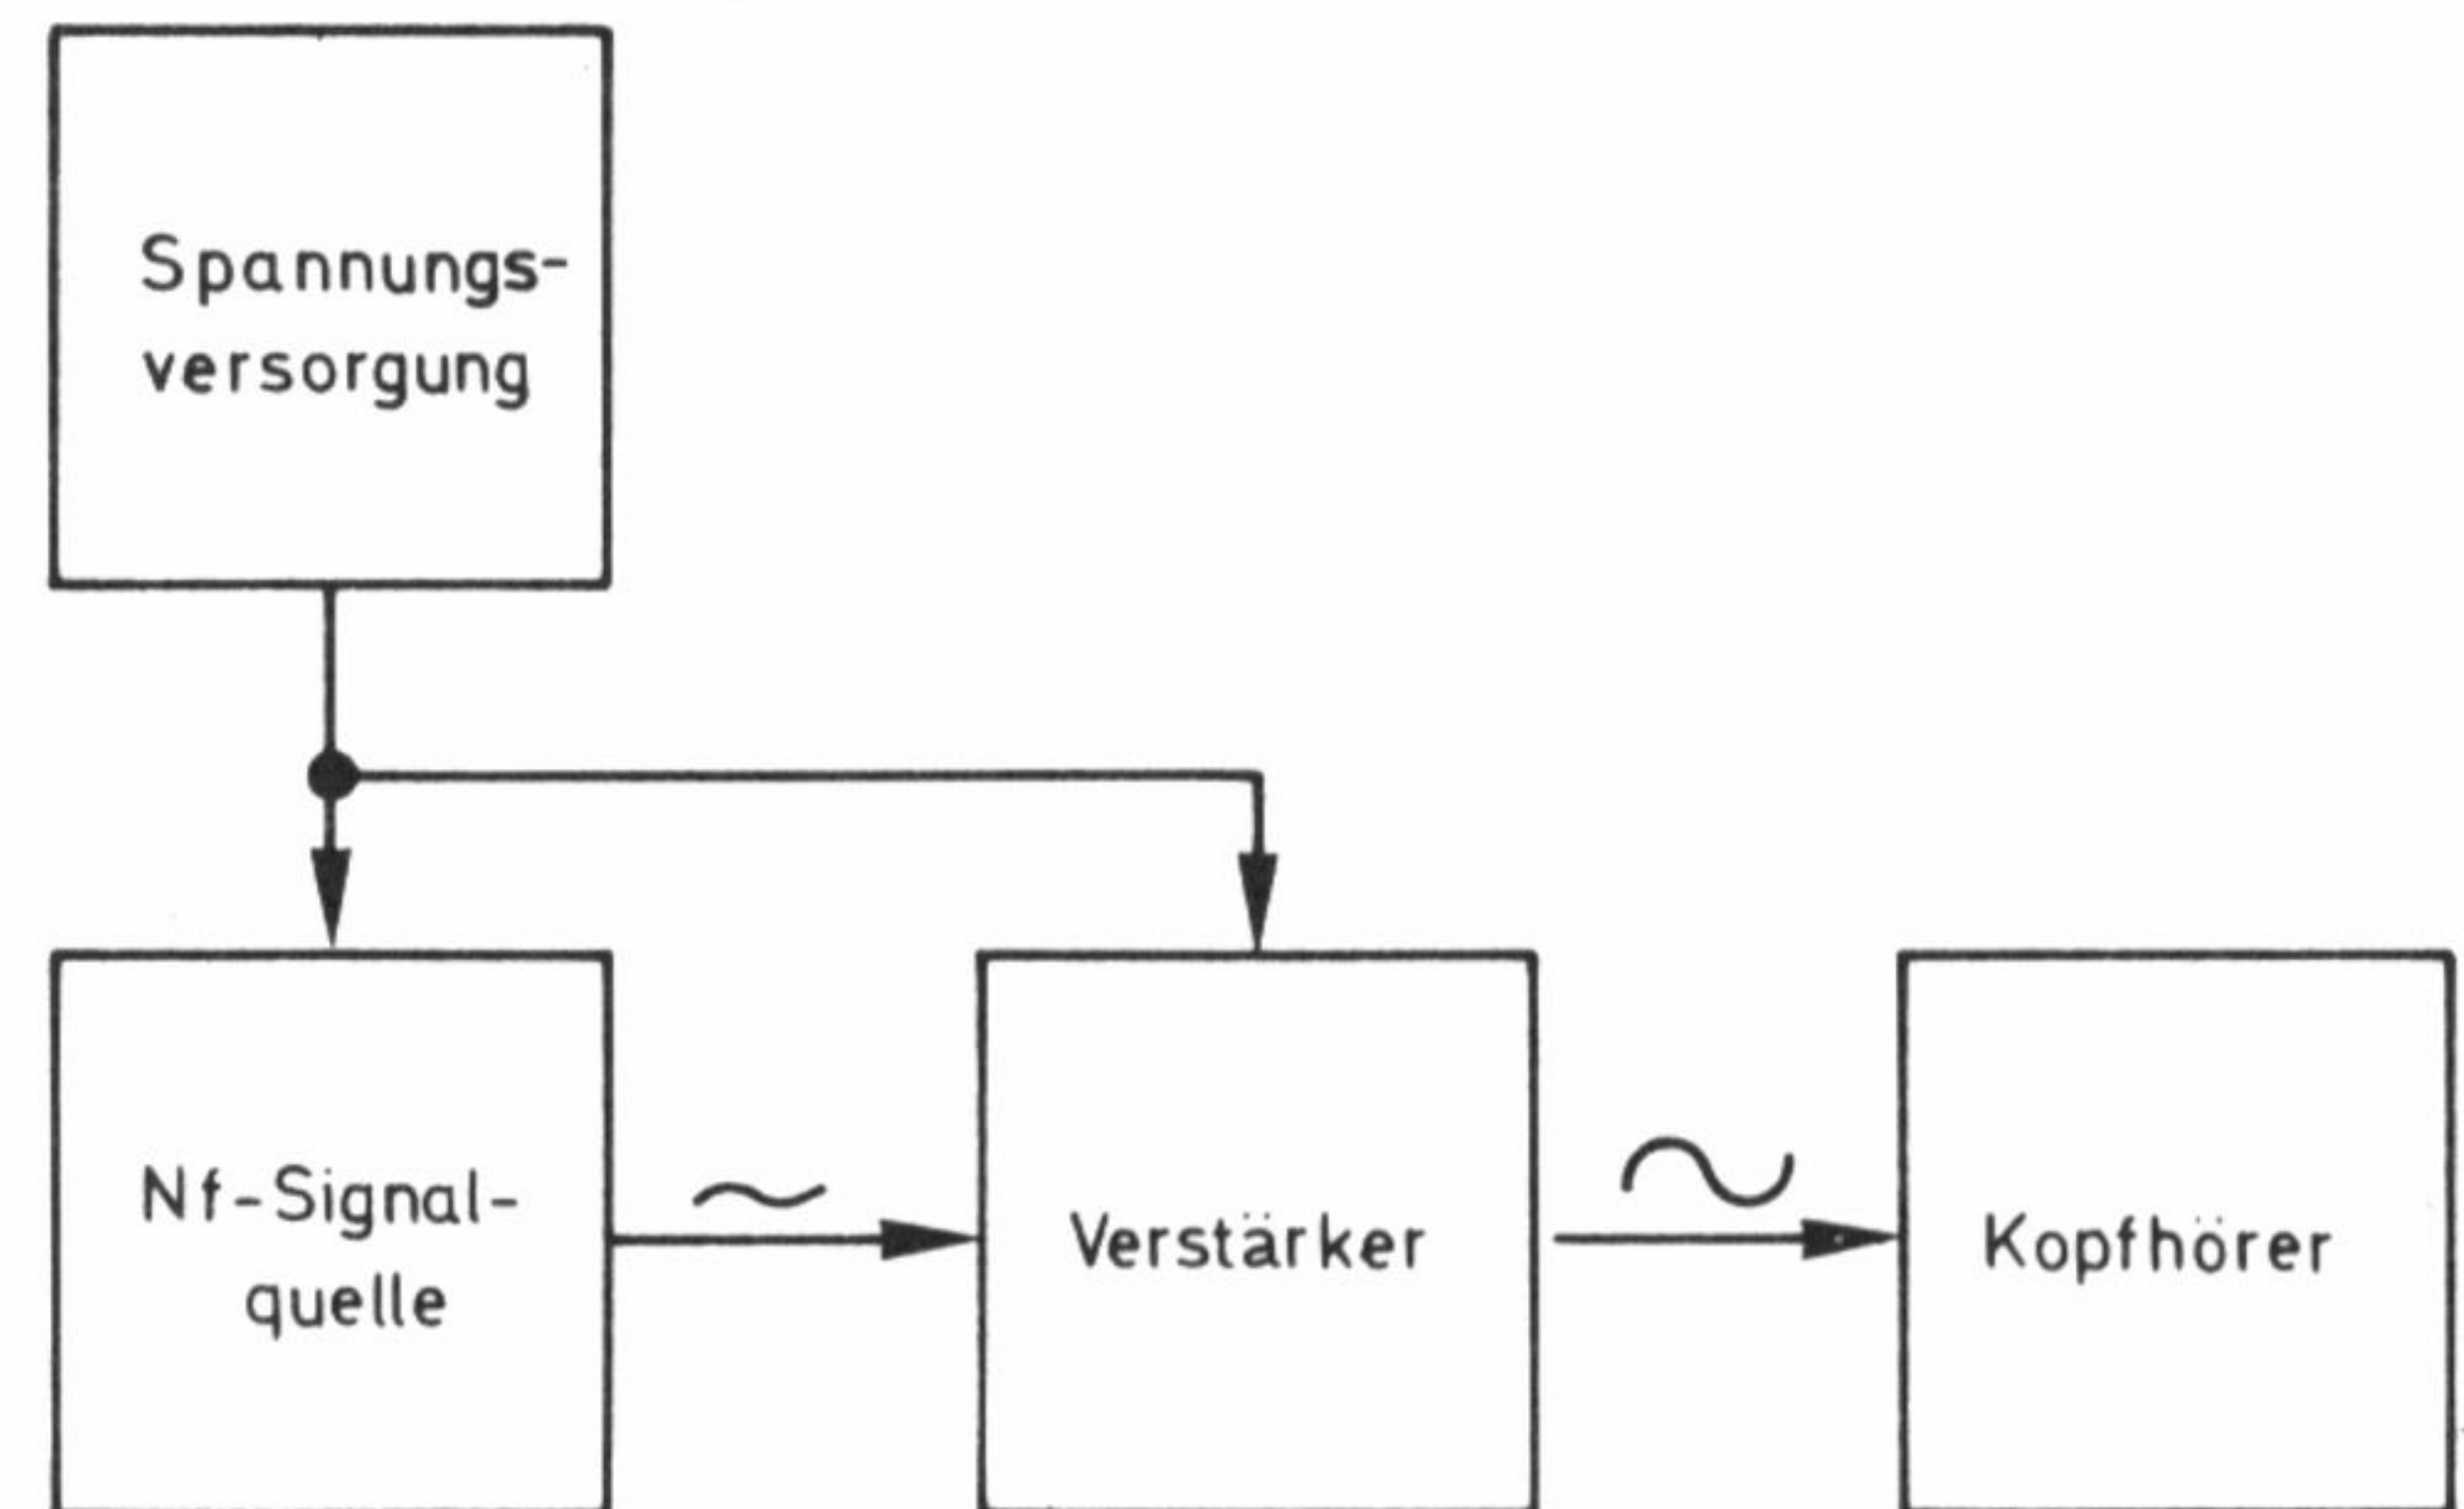
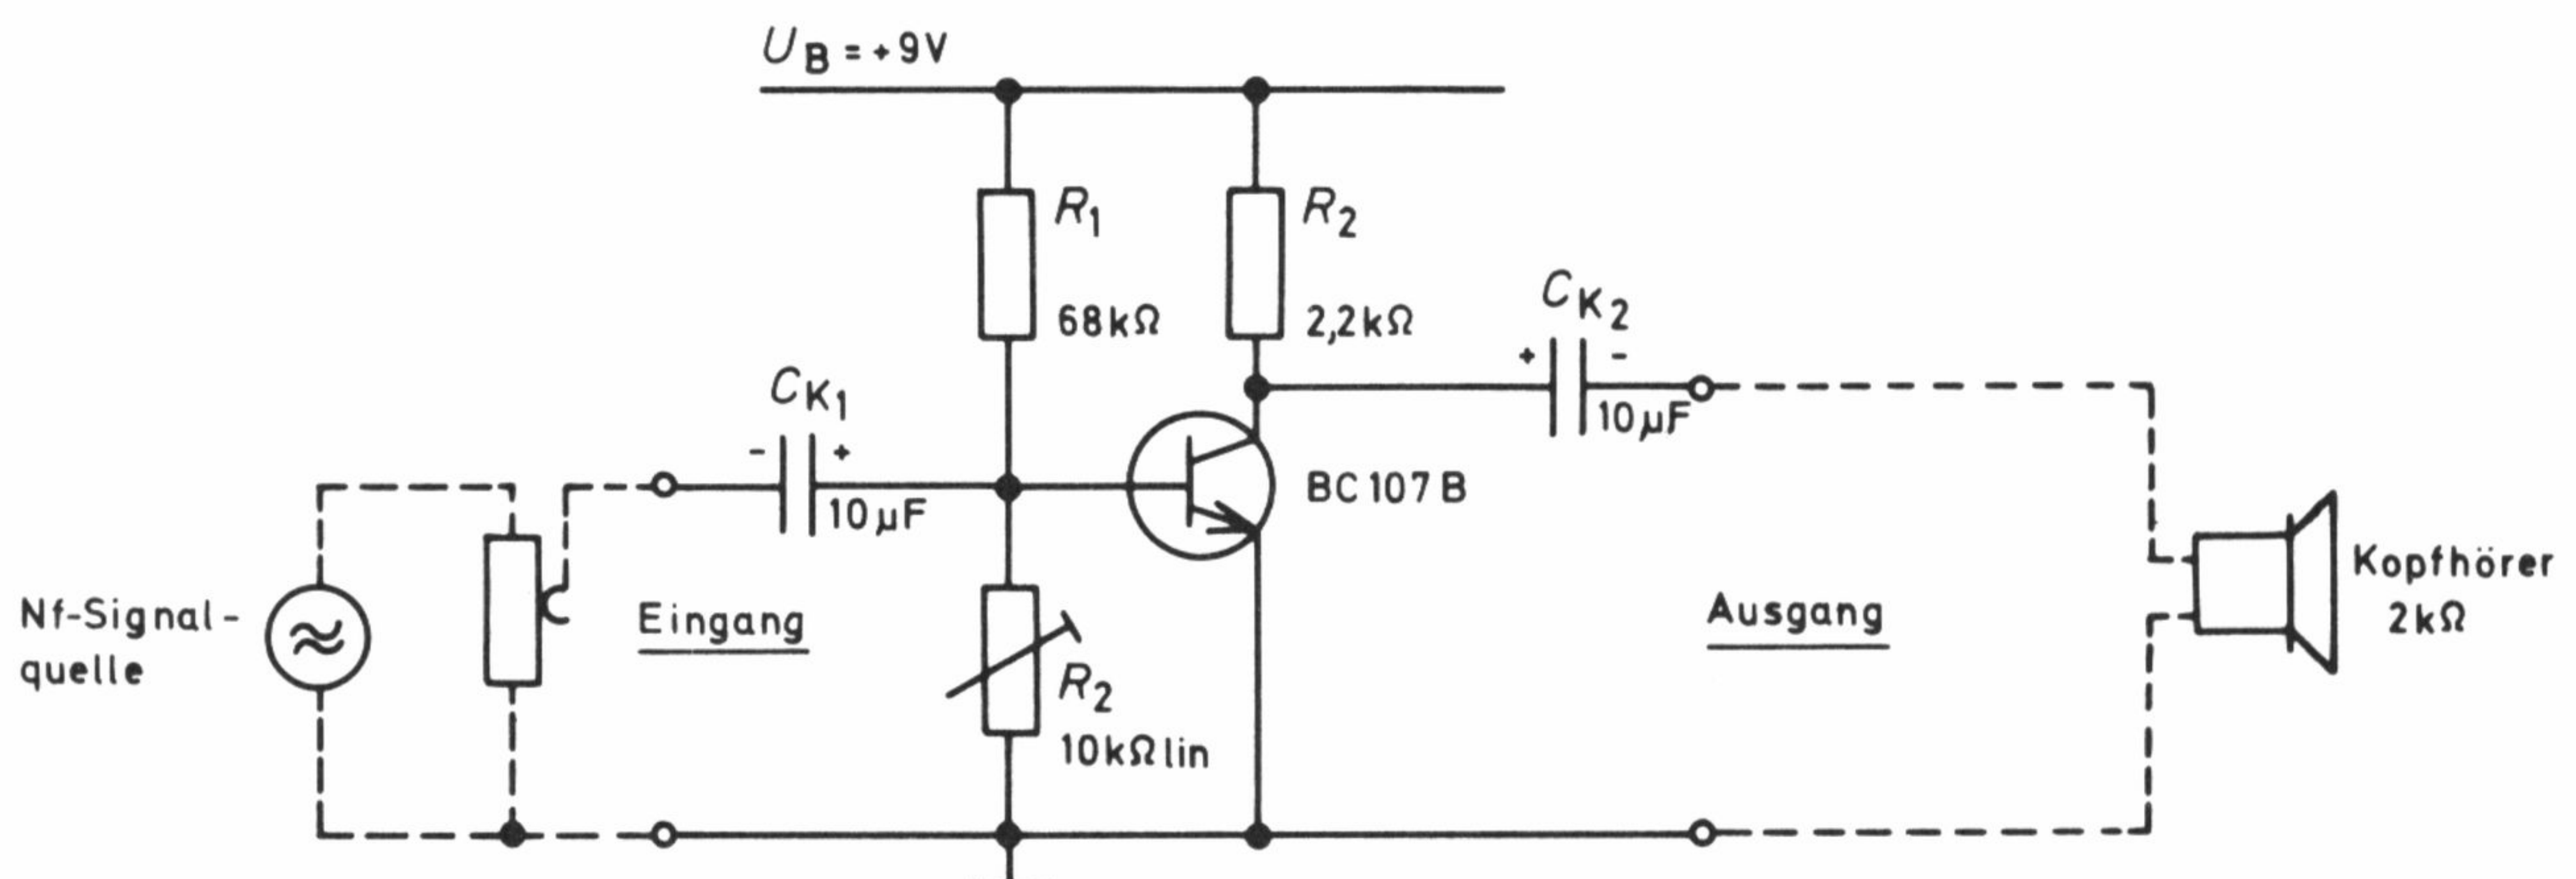

Bild 8.23: Blockschaltbild des Versuchsaufbaues „Nf-Verstärker im Experiment“.
Bild 8.24: Beschaltung des Nf-Verstärkers.
Bild 8.23 gibt Ihnen das Blockschaltbild des Versuchsaufbaues wieder. Als Signalquelle dient die bekannte und wohl inzwischen auch experimentell erprobte  $RC$ -Generatorschaltung. Für die akustische Ausgabe des verstärkten Signals setzen wir einen hochohmigen Kopfhörer (z.B. Sennheiser HD 414) ein. Die zum Schaltungsaufbau benötigten Daten entnehmen Sie bitte Bild 8.24.
1. Bauen Sie die Schaltung sorgfältig nach dem Schaltplan auf. Achten Sie dabei besonders auf die Polung der Kondensatoren (Bild 8.24).